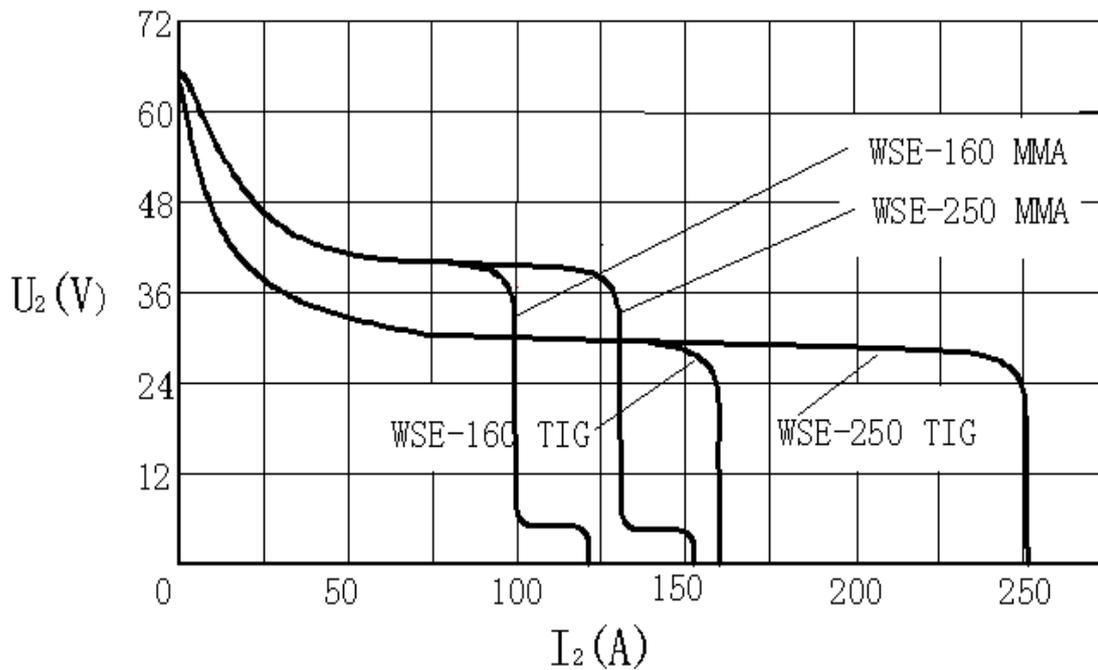

图 2.1.1 WSE-160/WSE-250 焊机外特性曲线
2.1.1 WSE-160/WSE-250 焊机外特性曲线(图 2.1.1)